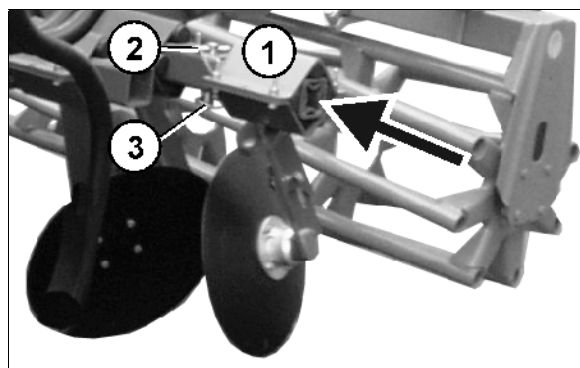

Fig. 35
- Begge randtallerkener (Fig. 35/1) skubbes helt ind og sikres med sikringsbolt (Fig. 35/2) og splitbolte (Fig. 35/3).